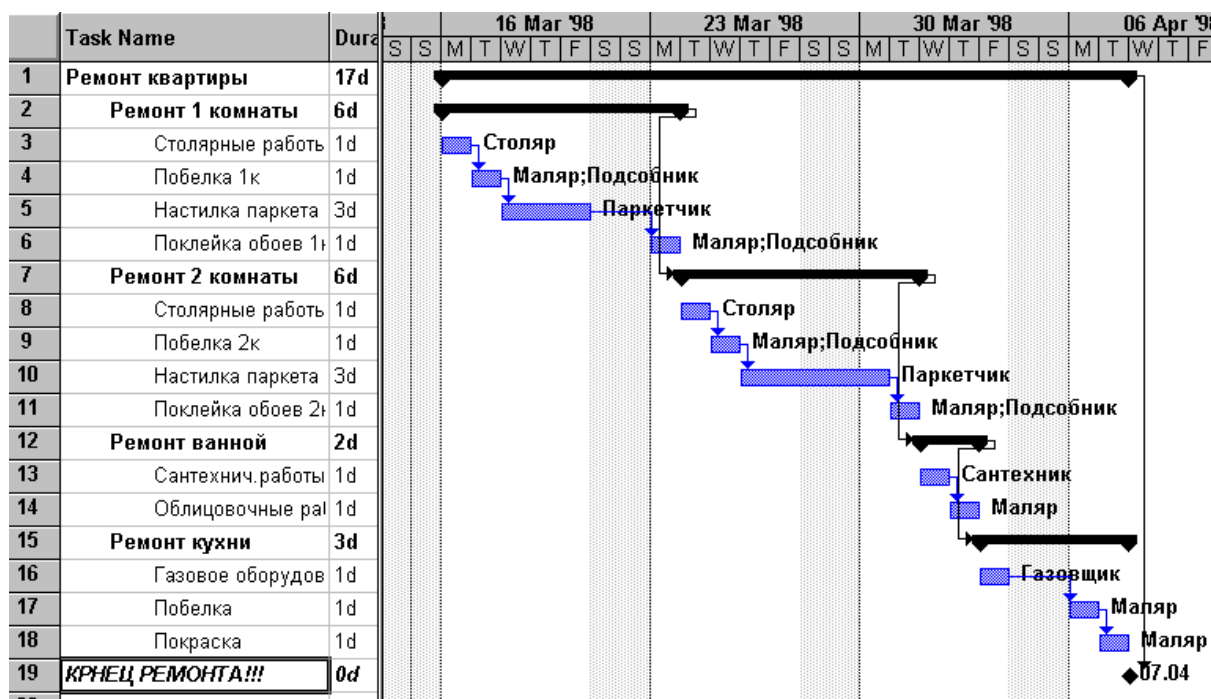

Рис.7.1.
1. Для выполнения данной работы создать проект («ремонт квартиры») по образцу, представленному на Рис.7.1. Обратит внимание на последовательный характер выполнения всех работ и логическое следование задач и подзадач.
**Назначить ресурсы задачам** так, как показано на Рис.7.1.